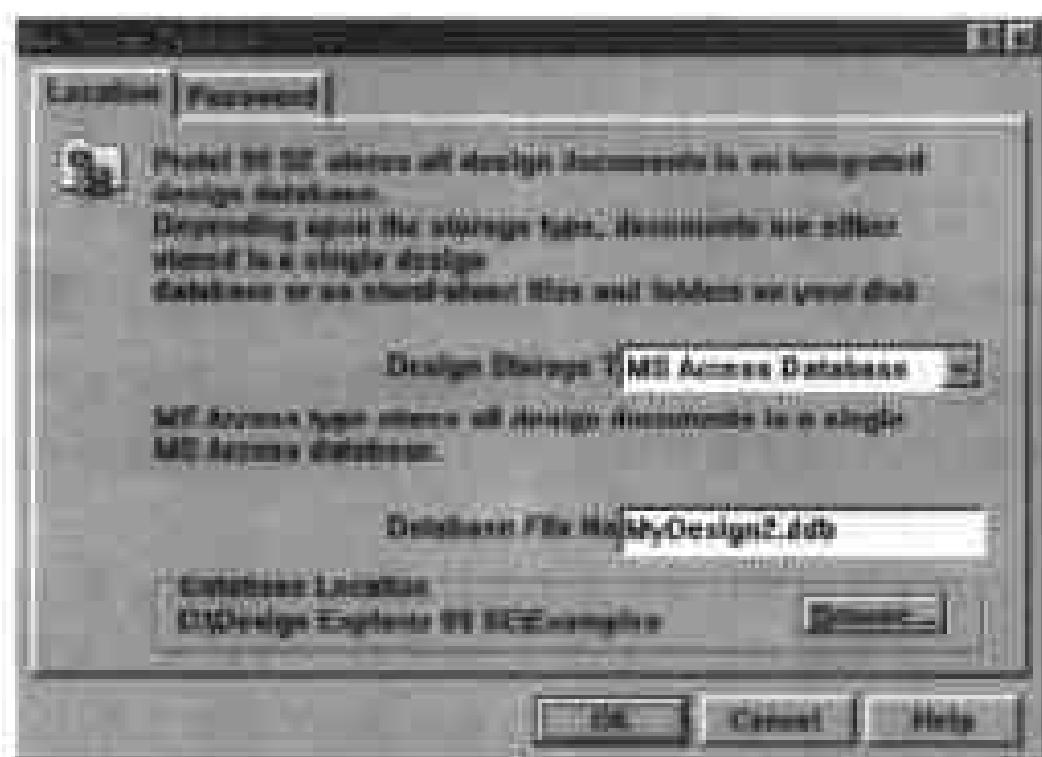

图 1-4 创建项目数据库文件
(1) 在启动 Protel 99 后的初始界面中,选择 File > New,弹出如图 1-4 所示的对话框。在对话框中单击 Location 标签,显示设置项目数据库文件的相关选项。
注意: 在如图 1-4 所示的对话框中,单击 Password 标签,则在对话框中显示出设置密码的相关选项。单击 Yes 按钮,激活对话框右下角的两个输入框,在其中输入并确认密码,单击 OK 命令按钮,即可为新建的项目数据库文件设置密码。